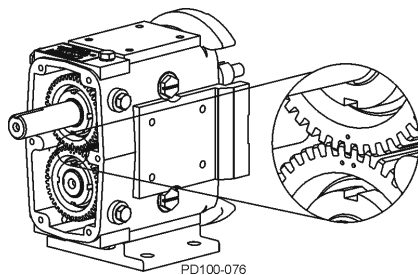

Figura 60 - Sincronizar las marcas del engranaje
3. Deslice el engranaje del eje corto sobre el eje corto. El engranaje del eje corto tiene dos marcas de golpe en el engranaje. Coloque a horcajadas la marca de golpe del engranaje de transmisión de impulso con las dos marcas de perforación en el engranaje de eje corto (Figura 60).